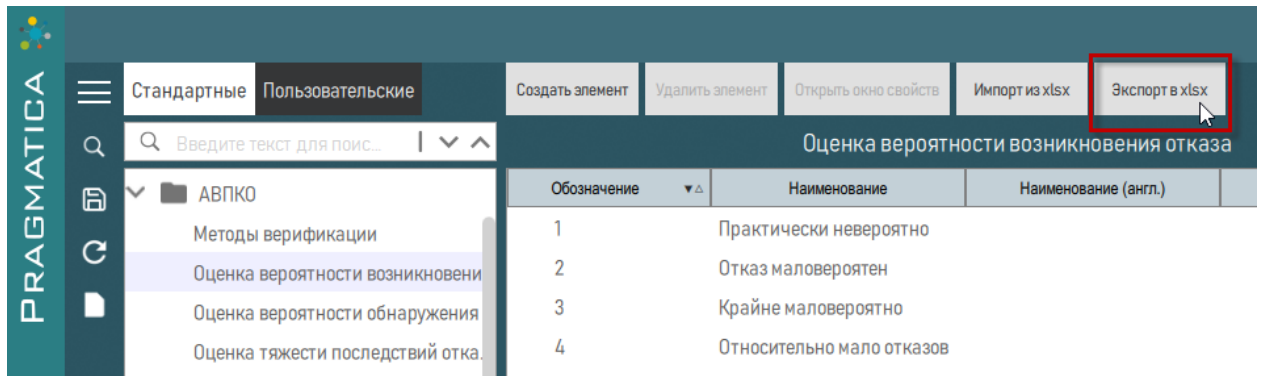

Рисунок 25 – Сохранение открытого классификатора в файл формата Excel
- 1) Открыть в рабочем окне необходимый классификатор и нажать кнопку «Экспорт в xlsx» (рисунок 25).